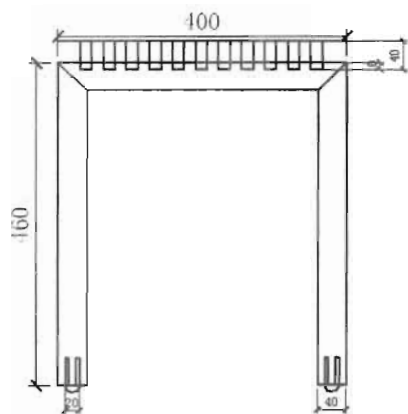

图 4-182
(6) 直接将平面图中的座板图形垂直向下复制, 使座板图形的底边与撑档顶边对齐, 然后将其向下移动10mm, 再将撑档顶边向上偏移30mm, 如图4-182所示。